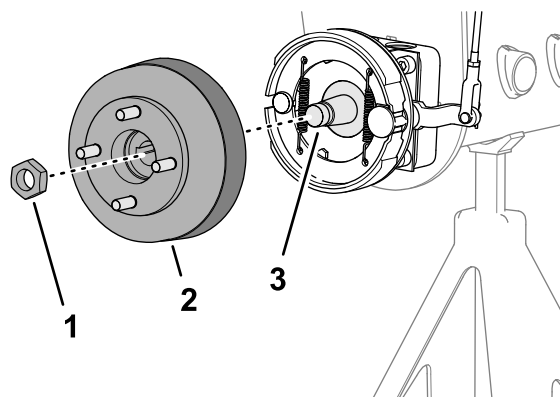
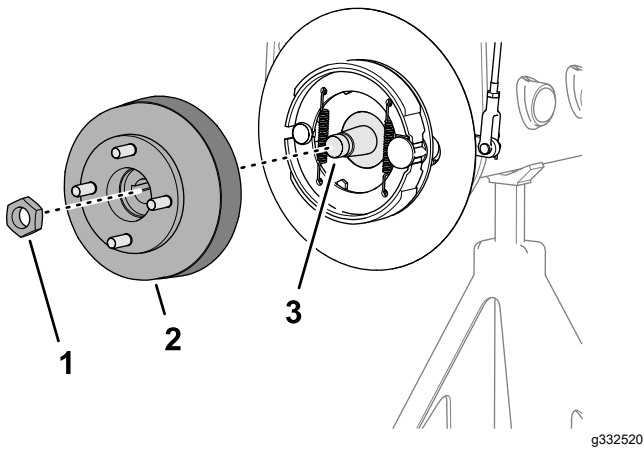

図 74
図 75
3. ホイールハブとブレーキドラムをホイールモータのシャフトに組み付ける図74または図75。
4. ロックナットでホイールハブをシャフトに取り付け 図 74または 図 75、手締めする。